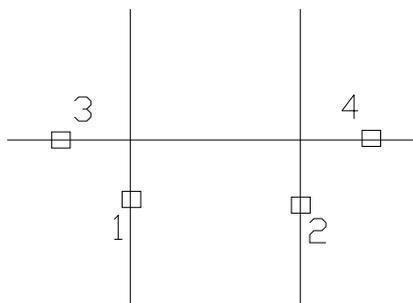

Рис. 3.2
- после нажатия клавиши ↵ появится запрос: «указать обрезаемый объект» :-курсором отмечаем ненужные участки □ 3 и □ 4 горизонтали (рис. 3.2).
В ответ на запрос *Specify point on object for first tangent of circle:* левой кнопкой мыши задать окружность 1 (рис. 3.2).
В ответ на запрос *Specify point on object for second tangent of circle:* левой кнопкой мыши задать окружность 2 (рис. 3.2).